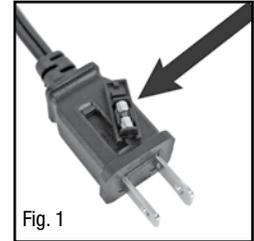
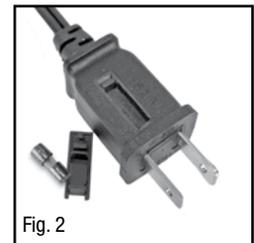

Fig. 1
Fig. 2
- Si le ventilateur perd de sa puissance ou bien si vous soupçonnez que le fusible est grillé, commencez par séparer le porte-fusible de rechange de la fiche (fig. 1). Sortez le fusible de rechange de son logement en plastique et mettez ce fusible de côté (fig. 2).
- Aligner les deux parties de la base circulaire et les emboîter en poussant doucement les 4 protubérances rondes (Fig. 1, article A) dans les cercles adjacents de la pièce de fixation (Fig. 1, article B).
- Tirer sur le cordon d'alimentation pour qu'il soit tendu. Aligner la flèche de la base ↑ et la flèche du ventilateur ↓. Faire tourner la base dans le sens horaire pour verrouiller en place le ventilateur (Fig. 2).